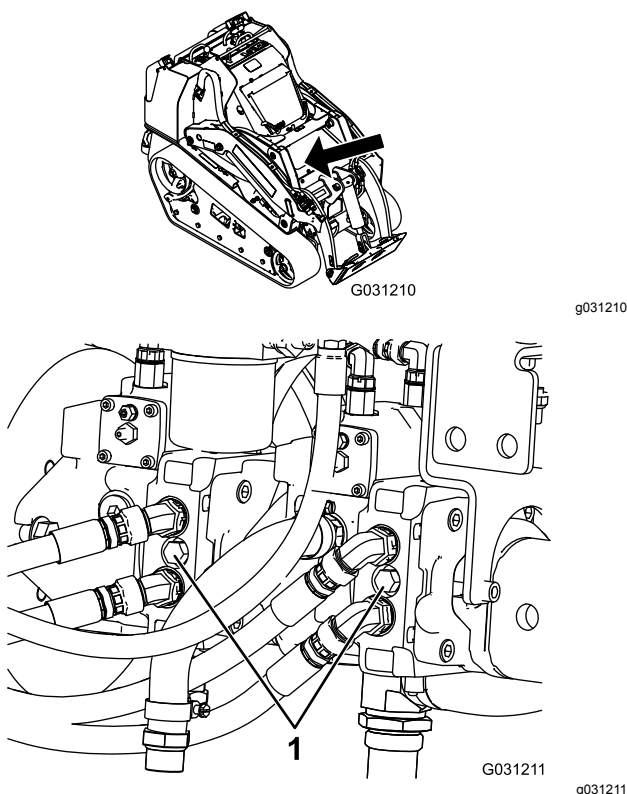

図 26
4. レンチを使って、油圧ポンプについている牽引バルブを左に2回転させる 図 26。